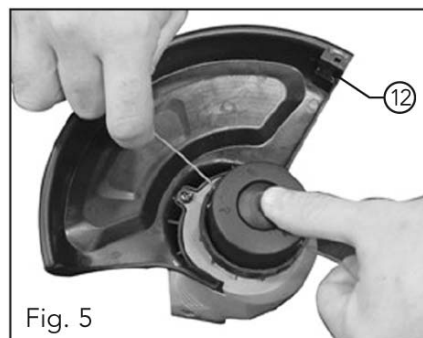

Fig. 5
1. Se till att klipptråden har rätt längd innan du börjar arbeta. Dra ut klipptråden till skyddets (9) kant (fig. 5).
2. Om klipptråden är för kort håller du stötkåpan (9) nedtryckt och drar samtidigt ut klipptråden tills den sticker ut ett par centimeter utanför skyddets kant.
3. Ta bort kåpan från trådkniven (12).
4. För att öka klipptrådslängden under pågående arbete stöter du snabbt stötkåpan (11) mot marken, helst där markytan är fast och hård. Håll inte stötkåpan tryckt mot marken länge, eftersom det kan överbelasta verktyget.